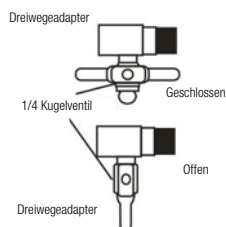

Abbildung A-3
3. Installieren Sie das 1/4" Metallkugelventil auf dem Speisewasseradapter (Dreiwegeadapter) mithilfe eines Teflonbandes, sodass dies sich leicht bedienen lässt (Abbildung A-3).